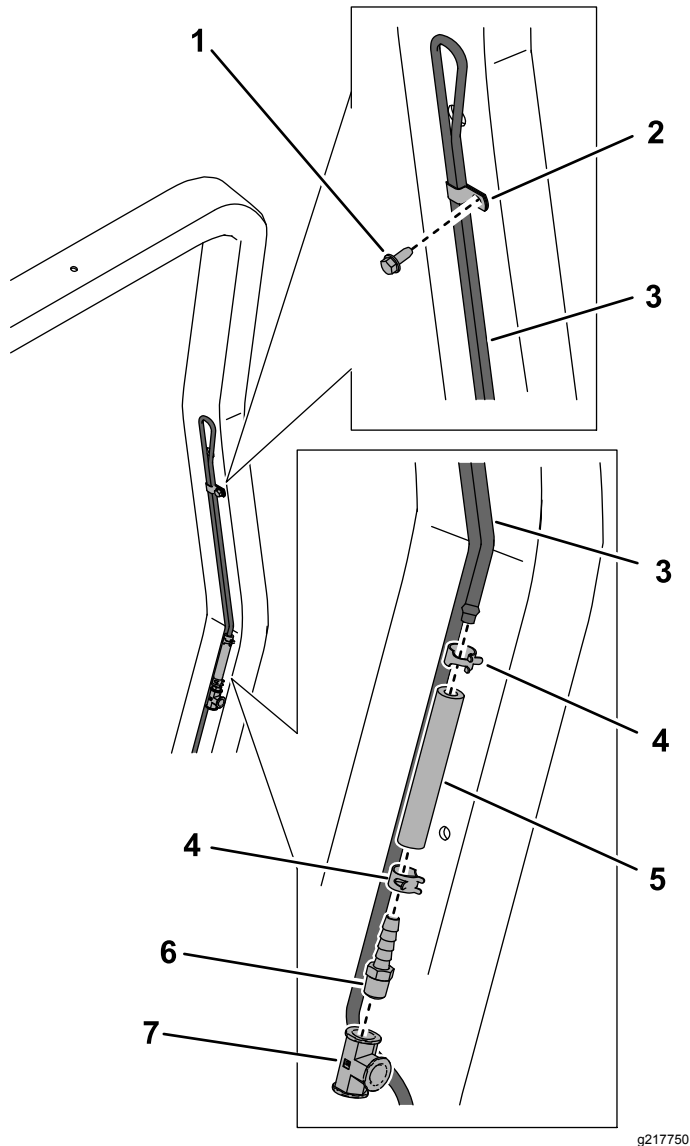

Figura 7
1. Instale el tubo de ventilación de combustible en el lado izquierdo de la barra antivuelco usando la abrazadera en R pequeña y el perno ($\frac{1}{4}$ " x $\frac{5}{8}$ "), como se muestra en la Figura 7. Apriete los pernos a 10.17 – 12.43 N·m (90 – 110 pulgadas-libra).
2. Conecte una manguera (3") al tubo de ventilación de combustible con una abrazadera ($\frac{1}{2}$ "), como se muestra en la Figura 7.
3. Conecte la manguera al acoplamiento en T usando un acoplamiento recto y una abrazadera ($\frac{1}{2}$ "), como se muestra en la Figura 7.